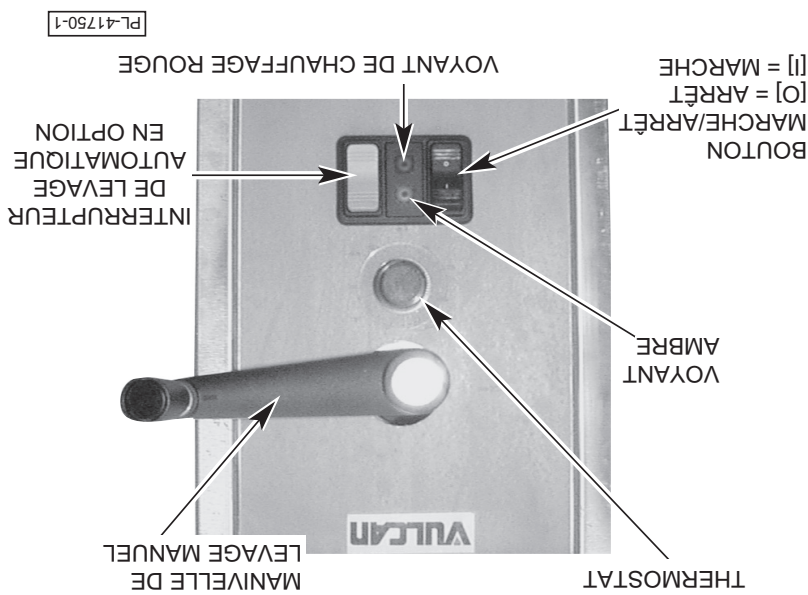

Fig. 3
2. Le lavage de la brosserie est contrôlé par l'interrupteur à bascule gris situé sur le panneau de commande (voir fig. 3).
Commandes (voir fig. 3)
#### Commandes (fig. 3)